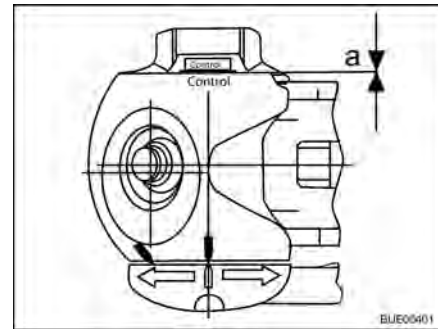

Bild 194 Slitagekontroll
- Avstånd  $a = 0$  (Bild 194): Kontrollera och byt vid behov friktionsbelägg.